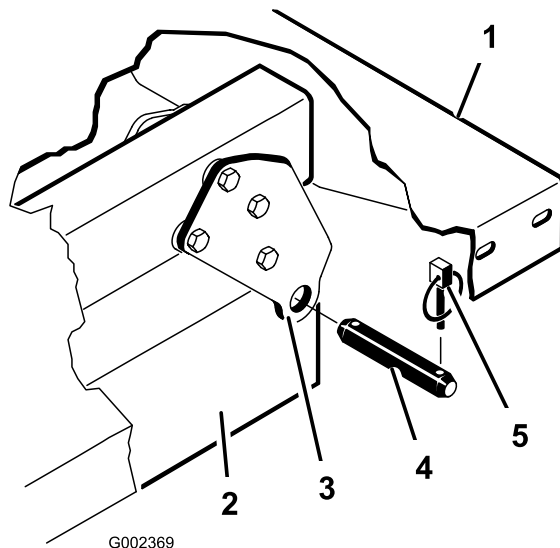

Figura 24
- Retire los pasadores de seguridad y los pasadores que fijan las placas de giro al bastidor (Figura 24).
Asegúrese de que las placas de giro traseras estén atornilladas al perfil del bastidor de la plataforma con el extremo inferior inclinado hacia atrás (Figura 24).